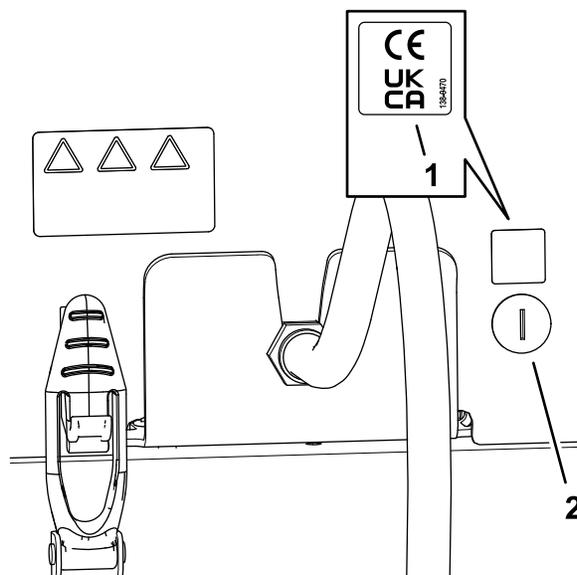

図 35
- 1. 消毒用アルコールときれいなウェスで、フードロックを取り付けた場所の隣の部分をきれいにぬぐって表面を乾燥させる 図 35。